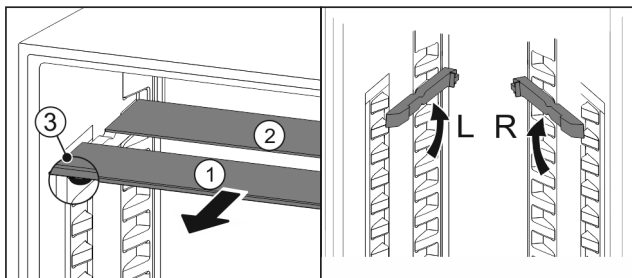

Fig. 71
- ▶ Trekk glassplatene enkeltvis fremover og ut Fig. 71 (1).
- ▷ Glassplate Fig. 71 (1) med pyntelist ligger foran.
- ▷ Stoppere Fig. 71 (3) peker nedover.